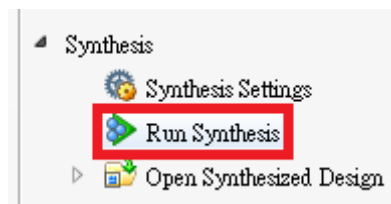

Figure 5
2.4 點選 Run Synthesis 進行合成，如 Figure 5